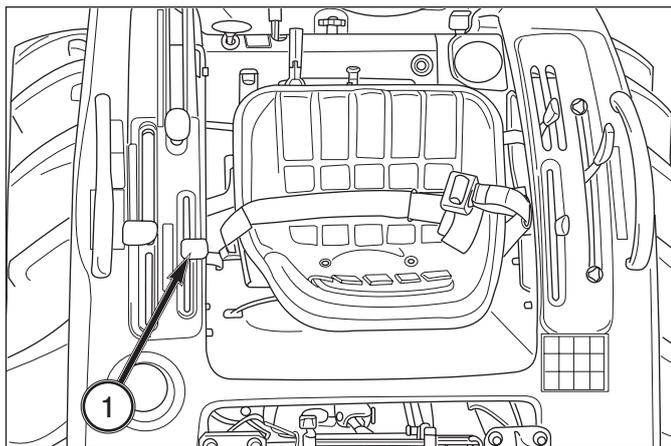

FIG. 4-25
FIG. 4-25: Le levier de sélection de prise de force arrière (PDF), 1, commande la prise de force arrière du tracteur. Quand le levier est poussé vers l'arrière, la prise de force arrière tourne à 540 tr/min. Quand le levier est poussé vers l'avant, la prise de force arrière tourne à 1000 tr/min. Quand le levier est ramené vers l'arrière en position neutre (N), le pignon est débrayé. (En cas de modèle à embrayage indépendant)